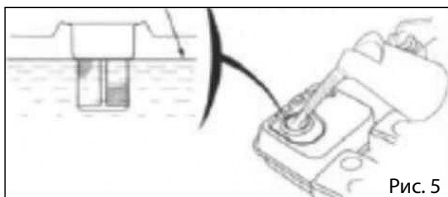

Рис. 5
- Не переполняйте топливный бак. Оставьте воздушное пространство в топливном баке для возможности расширения топлива без вытекания из бака. См. рис. 5.